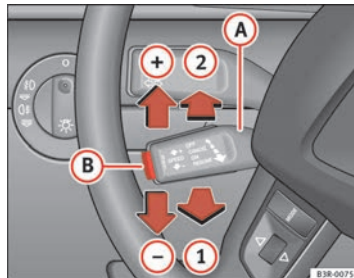

Fig. 151 Mandos del regulador de velocidad ▶
- Tire de la palanca **A** hacia la posición ⇒ página 189, fig. 151 **1** para activar el sistema.
- Desplace la palanca **A** hacia arriba, en dirección ⇒ página 189, fig. 151 **+**.
- Desplace la palanca **A** hacia abajo, en dirección ⇒ página 189, fig. 151 **-**.
- Cada vez que pulse brevemente la palanca **A** hacia arriba, en dirección a ⇒ página 189, fig. 151 **+**, la velocidad programada aumentará en unos 2 km/h.
- Cada vez que pulse brevemente la palanca **A** hacia abajo, en dirección ⇒ página 189, fig. 151 **-**, la velocidad programada disminuirá en unos 2 km/h.
Si al desconectar provisionalmente el dispositivo no había ninguna velocidad programada, se podrá programar, como sigue, una nueva velocidad: Conduzca a la velocidad deseada y pulse entonces brevemente la tecla ⇒ página 189, fig. 151 **(B)** (SET).
- Desplace la palanca **(A)** ⇒ página 189, fig. 151 a la posición **(2)** (encastrada).